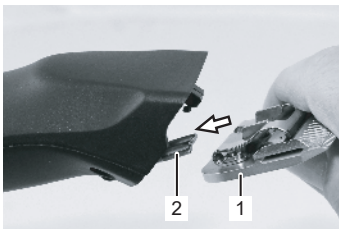

Fig. 17
6. Inserte el cabezal esquiladora deseado en la charnela de peine y levántelo por presión ligera hacia la esquiladora en marcha (fig. 17, 18, 19).